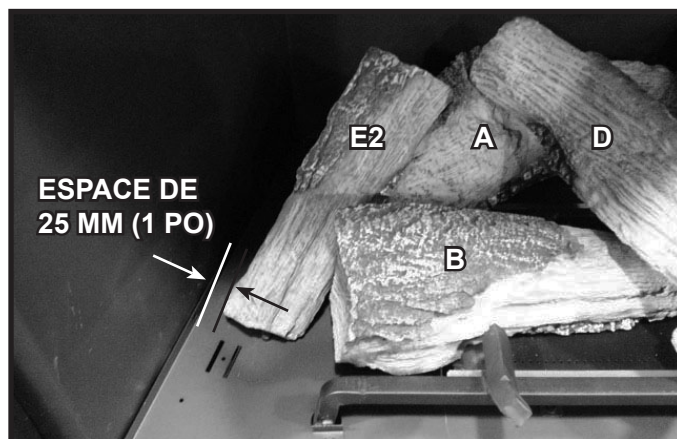

Figure 11. Bûche E2 installée
7. **(BÛCHE E2)** : Placez la bûche E2 dans l'appareil, comme il est indiqué à la figure 11. La base de la bûche devrait être positionnée contre la tige indiquée à la figure 4 pour la bûche E2. Le haut devrait reposer contre la bûche A. La base de la bûche E2 devrait se trouver à environ 25 mm (1 po) du côté gauche de la boîte à feu si aucun réfractaire n'est présent. Cette distance sera d'environ 6,35 mm (1/4 po) si le réfractaire de brique facultatif est installé ou de 19,05 mm (3/4 po) si le réfractaire de verre de couleur noire facultatif est installé.